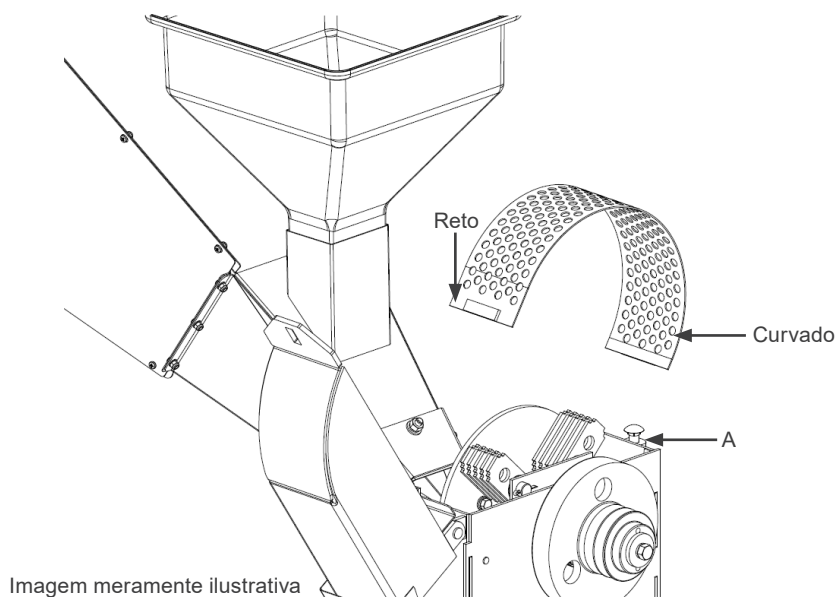
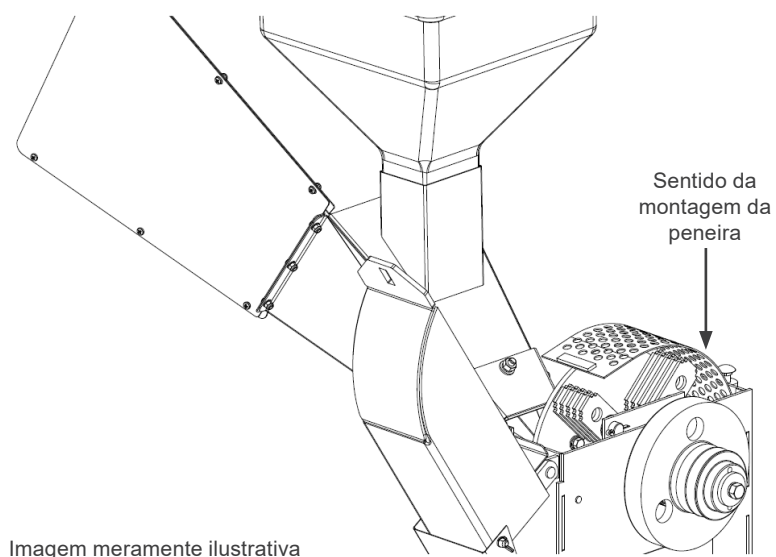

Figura 7.3: Posição de montagem
Figura 7.4: Sentido de montagem
- Para efetuar a correta montagem, inicie pelo lado curvado da peneira, monte no corpo do triturador na posição (a) indicada na Figura 7.3 na página 30 e Figura 7.4 na página 31.